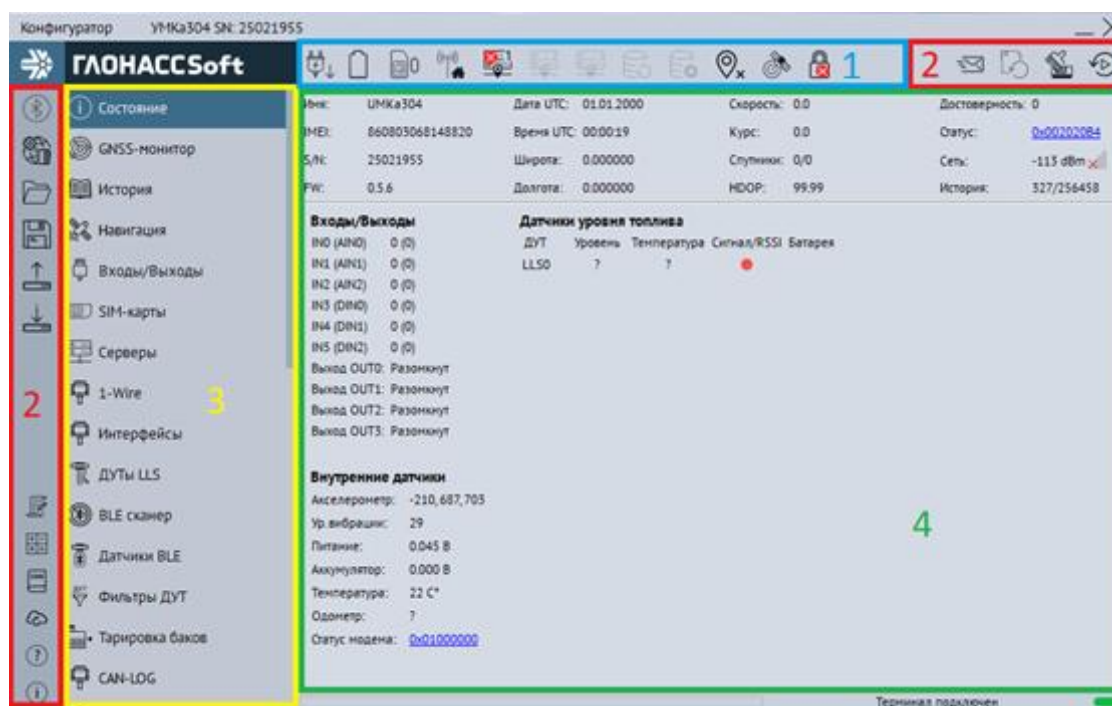

Рисунок 3.8 Стартовое окно «Состояние»
Для запуска приложения, перейдите в «Пуск» → «Все программы» → «Конфигуратор УМКаЗХХ». Откроется стартовое окно конфигуратора (Рисунок 3.8), которое условно можно разделить на четыре зоны: Панель статуса (1), панели инструментов (2), дерево настроек (3) и окно отображения информации (4).
Для просмотра и редактирования настроек АСН воспользуйтесь вкладками настроек (Рисунок 3.8). При нажатии на вкладку в окне отображения информации можно посмотреть соответствующие значения и настройки и отредактировать их.
На вкладке «Состояние» (Рисунок 3.8) отображается общая информация о АСН, состояние входов/выходов АСН, внутренних и внешних датчиков.